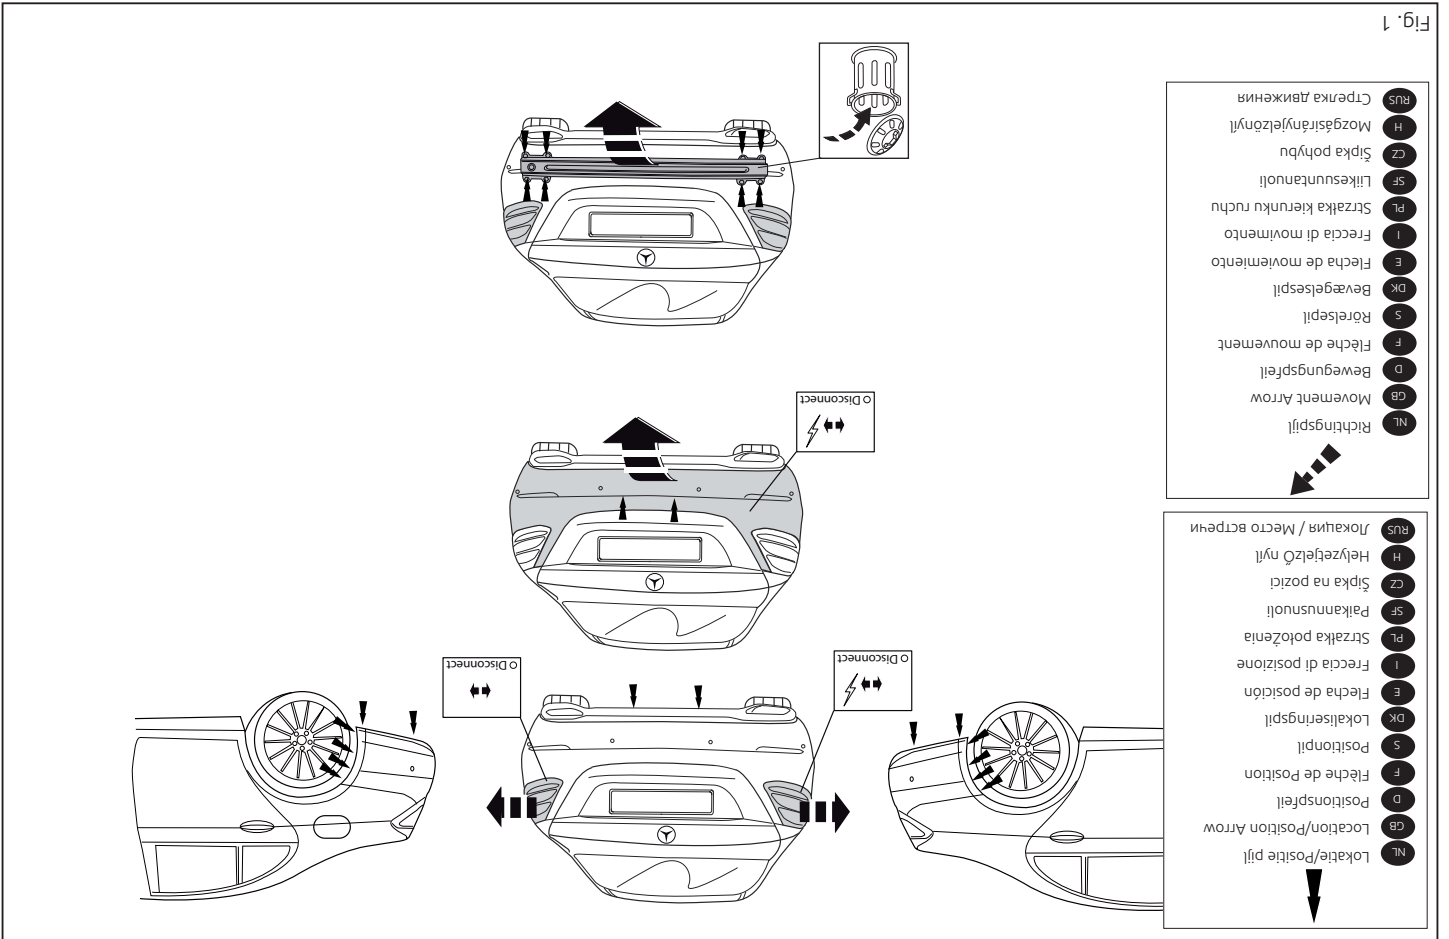

Fig. 1
7. Kit de aangegeven delen af (zie fig. 1)
1. Dismantle the rear-lights and the bumper. See figure 1.
4. Remove the steel buffer beam. The buffer beam will no longer be needed. See figure 1
7. Seal the portions indicated (see fig. 1).
1. Rücklichter und Stoßstange abmontieren. Siehe Abbildung 1.
3. Den stählernen Stoßbalken abmontieren. Der Stoßbalken wird nicht mehr benötigt. Siehe Abbildung 1
7. Die angegebenen Teile kitten (siehe Abb. 1).
1. Снять задние фары и бампер. См. рисунок 1.
3. Снять стальной буферный брус. Буферный брус больше не понадо бится. См. рисунок 1.
7. Герметизировать обозначенные части (см. рис. 1)